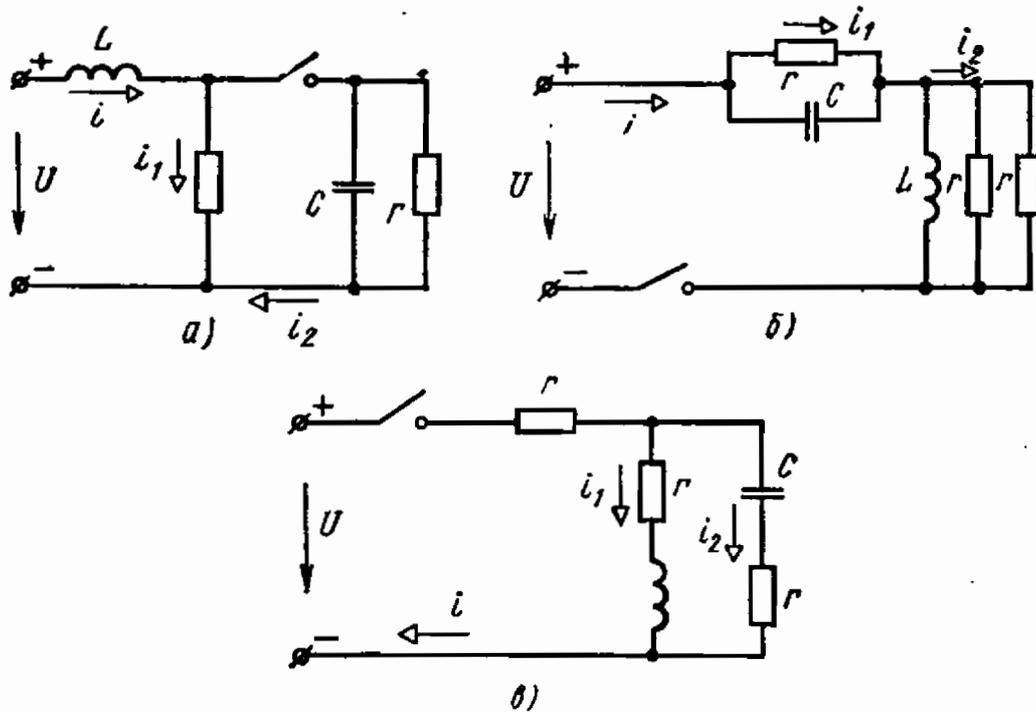

Рис. 7.18
7.18*. Определить начальные и установившиеся значения токов i , i_1 и i_2 , а также э. д. с. самоиндукции e_L после замыкания ключа (рис. 7.18, а—в), если $U = 100 \text{ В}$; $r = 10 \text{ Ом}$; $L = 10 \text{ мГ}$; $C = 2 \text{ мкФ}$. Напряжение на конденсаторе до замыкания ключа равнялось нулю.